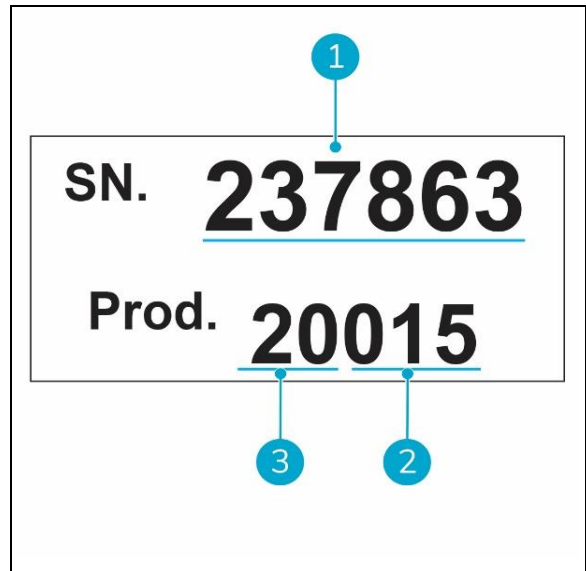

Figure 3
- Numéro de série (Figure 3, pos. 1).
- Jour de production (Figure 3, pos. 2).
- Année de production (Figure 3, pos. 3).